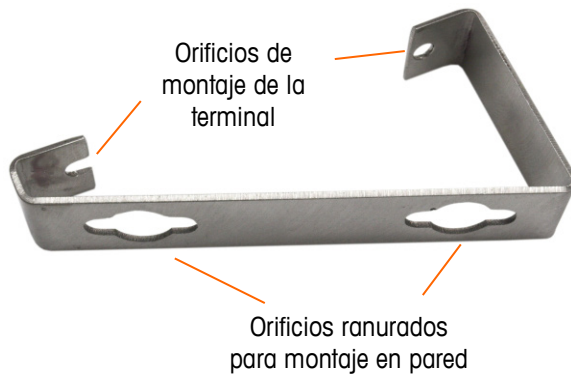
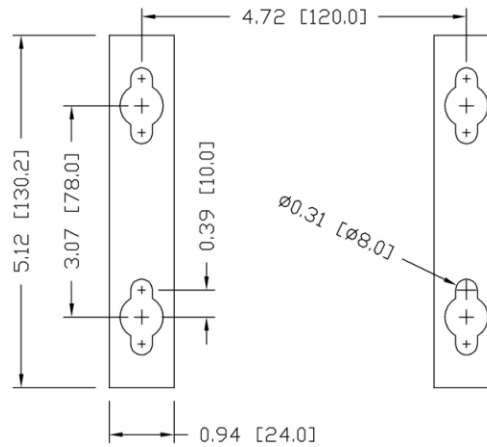

Figura 2-12: Soportes para montaje en pared
Figura 2-14: Dibujo del patrón de orificios de montaje
Una vez que los soportes están fijos en la pared, la caja puede montarse en ellos mediante los cuatro tornillos M5 incluidos. La Figura 2-12 muestra uno de los soportes con los orificios ranurados indicados.
Marque la posición de los orificios de montaje en la pared según las dimensiones mostradas en la Figura 2-14 en pulgadas y [mm] o sosteniendo la terminal sobre la superficie y marcando los orificios a través de los soportes.
8. Retroceda cada perno lo suficiente para dejar espacio de manera que la parte central superior de su cabeza y la arandela plana se inserten en uno de los orificios ranurados de los soportes de montaje (vea Figura 2-12, Figura 2-14).
6. Retroceda los pernos lo suficiente para permitirles junto con sus arandelas insertar su parte central superior en uno de los orificios ranurados de los soportes de montaje (vea Figura 2-12, Figura 2-14).
Instale el tornillo y la arandela, dejando una abertura suficiente para alojar el orificio ranurado del soporte (vea Figura 2-12, Figura 2-14).
Coloque los orificios de los soportes de la terminal sobre los sujetadores y deslice la terminal hacia abajo firmemente de manera que cada sujetador y arandela se inserten en las ranuras en el soporte (vea la Figura 2-12).